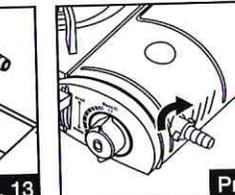

Рис. 14
- Плотно прикрутите переходник для бытового баллона к редуктору через специальное отверстие с плиты (Рис. 14).